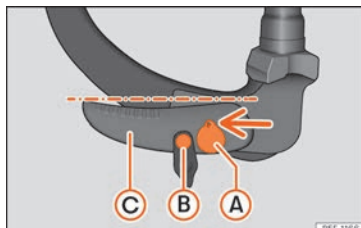

Abb. 184 Ruheposition: Überprüfung der Position
- Der Schlüssel »» **Abb. 184** (A) befindet sich in entriegelter Position (das Loch des Schlüssels zeigt nach oben).
- Der Entriegelungsbolzen »» **Abb. 184** kann bewegt werden (B).
- Der Hebel »» **Abb. 184** (C) befindet sich in der unteren Position.